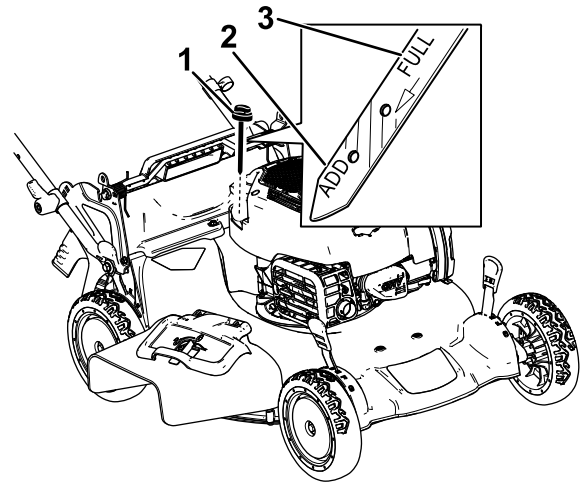

Figura 28
3. Retire a vareta rodando-a no sentido contrário ao dos ponteiros do relógio e puxando-a para fora (Figura 28).
10. Leia o nível de óleo na vareta (Figura 28).